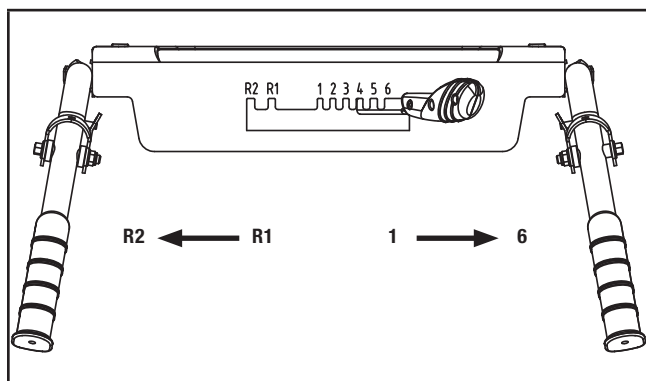

Figure 13
Votre souffleuse à neige a 6 vitesses avant et 2 inversées pour réguler le mouvement vers l'avant et vers l'arrière (figure 13)
2. Mettez le levier de commande de la vitesse sur la vitesse (marche avant ou marche arrière) que vous voulez (figure 13).